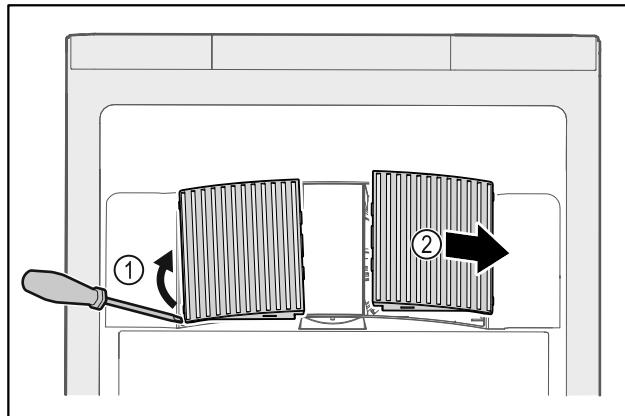

Fig. 171
- Осторожно подденьте крышки вентилятора сбоку Fig. 171 (1) и снимите их движением вперед Fig. 171 (2).